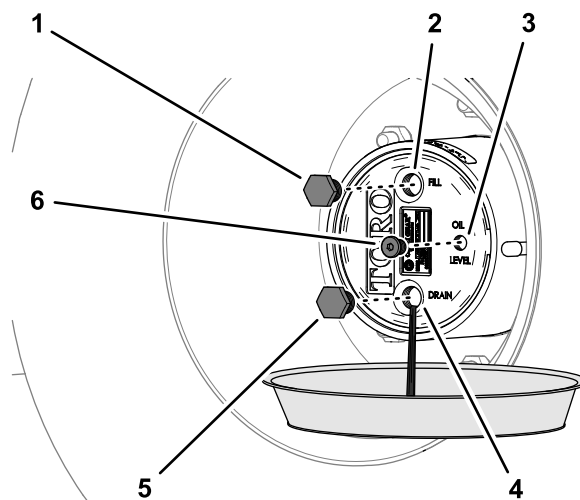

図 96
2. プラネタリギアドライブのハブの下にオイル回収容器を置き、ドレンプラグ、補給プラグ、点検プラグを外してオイルが抜けるのを待つ 図 96。